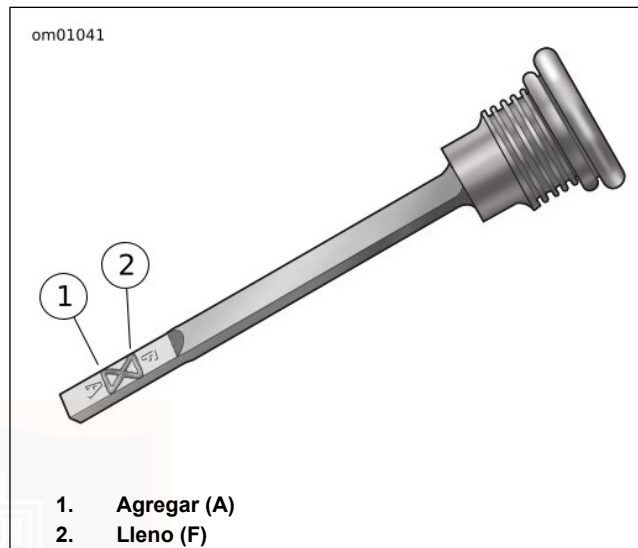

Figura 51. Nivel del lubricante de la transmisión en la varilla medidora
3. Vea Figura 51. Quite la varilla medidora y revise el nivel del lubricante en la varilla medidora. Si el nivel de lubricante está en o por debajo de la marca AGREGAR (A) en la varilla medidora, agregue solamente suficiente lubricante como para que el nivel llegue al punto entre la marca AGREGAR (A) y LLENO (F) de la varilla medidora.